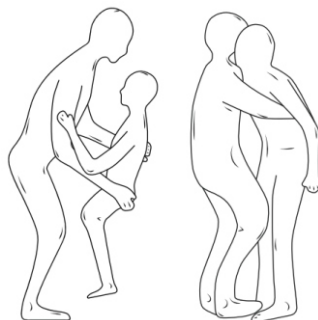

Fig. 1 Métodos de soporte del usuario
- colocar al usuario en el producto (Fig. 1),
- extraer al usuario del producto (Fig. 1).